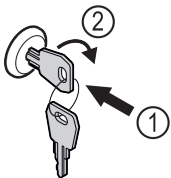

Fig. 161 Príklad zobrazenia
- ▶ Zatlačte kľúč Fig. 161 (1).
- ▶ Otočte kľúč o 90° v smere hodinových ručičiek Fig. 161 (2).